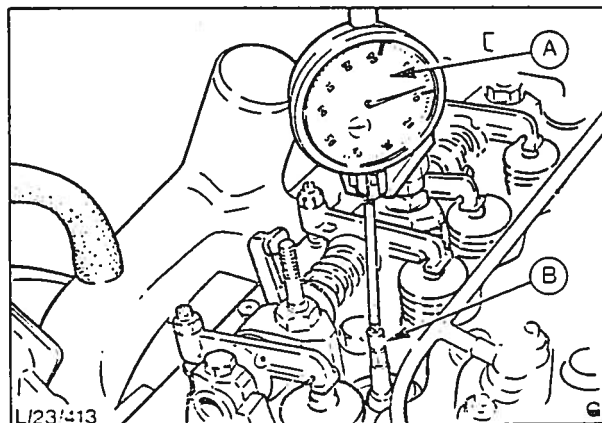

Fig. 36 Motoren satt i spilltidsstilling.
- (a) Kople fra tomgangsarmen og plasser avstandsskiven (verktøy nr. 23-012) som vist i fig. 36.
- (i) Drei motoren forover (med urviseren på veivakselen) 2,66 mm (1,9 ltr.) eller 2,09 mm (2,1 ltr.) og la motoren stå i denne stillingen. I denne stillingen vil det fremre stemplet stå 4,34 mm (1,9 ltr.) eller 4,91 mm (2,1 ltr.) før øvre dødpunkt, fig. 36.